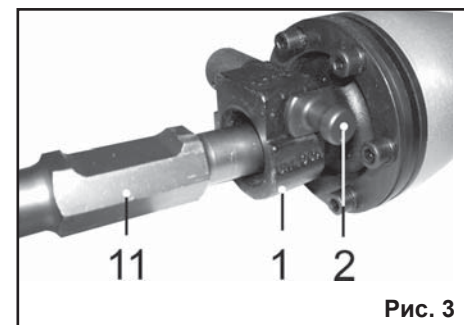

Рис. 3
8.1.2. Преодолевая усилие пружины, оттяните фиксатор муфты (2) на себя, и удерживая в этом положении, поверните на 180° и отпустите фиксатор (2), Рис.3.